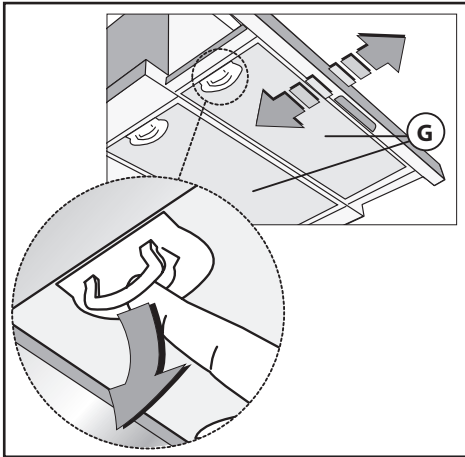
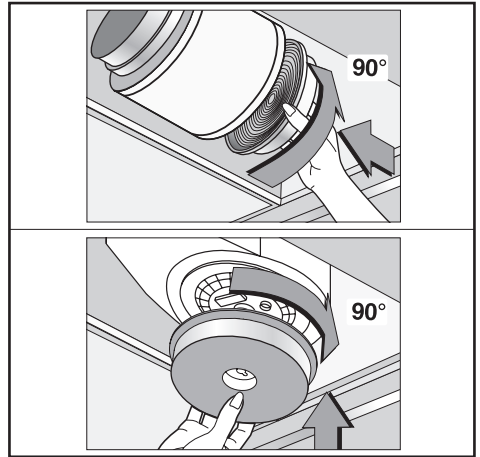

Fig.4
Fig.5
• Minimums distancen mellem kogeoverfladen, målt fra selve kogepladerne, og den nederste del af emhætten, skal være mindst **65 cm**. Hvis der anvendes et forbindelsesrør bestående af to eller flere dele, skal den øverste del placeres udenpå den nederste. Tilslut ikke udledningen fra emhætten med et rør, hvori der cirkulerer varm luft eller som anvendes til at udlede røg fra apparater, der ikke bruger elektrisk energi. Inden man begynder monteringen fjernes filtret (Fig.4) for at gøre håndteringen af apparatet lettere.
For at ændre hættens fra at fungere som sugehed til at fungere som filterenhed skal De rette henvendelse til Deres forhandler for at få de aktive kulfiltre. Filtrene skal påsættes sugehedens i hættens og skal centereres i samme og drejes 90 grader indtil blokering (Fig.5). For at kunne udføre denne handling skal man fjerne ristene **G** (Fig.4). Luften sendes tilbage til omgivelserne gennem et forbindelsesrør, der passerer gennem møblet og er forbundet til samlingen **H** (Fig.3B).